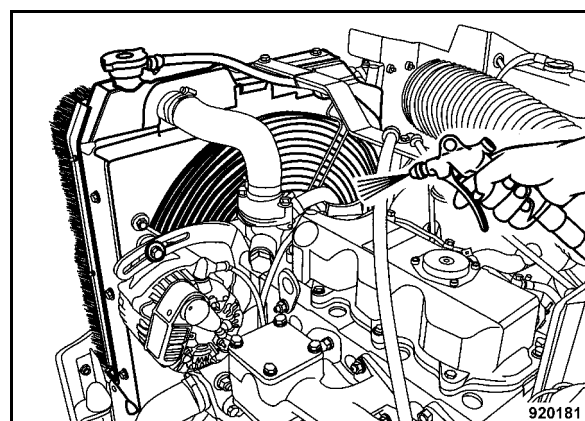

Fig. 99
- Insufflare aria compressa per pulire le tubazioni dell'aria di raffreddamento procedendo dal lato dell'aria viziata (Fig. 99).